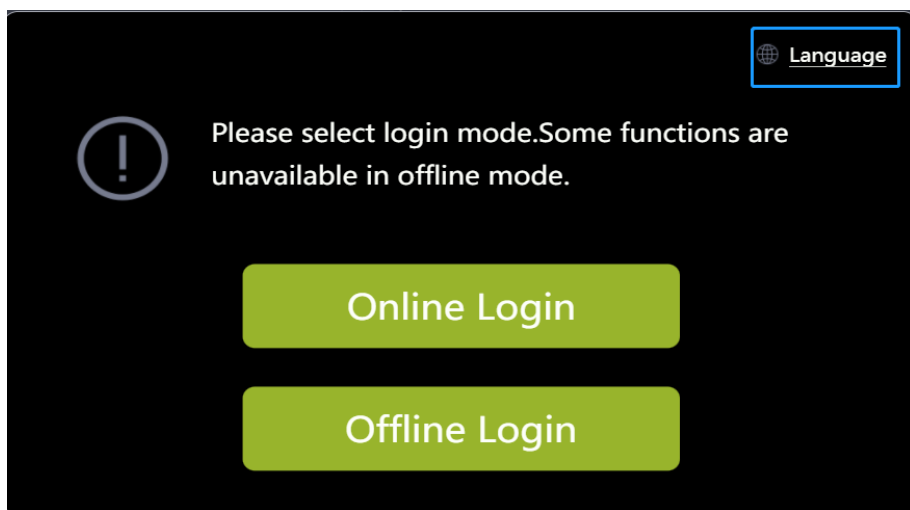
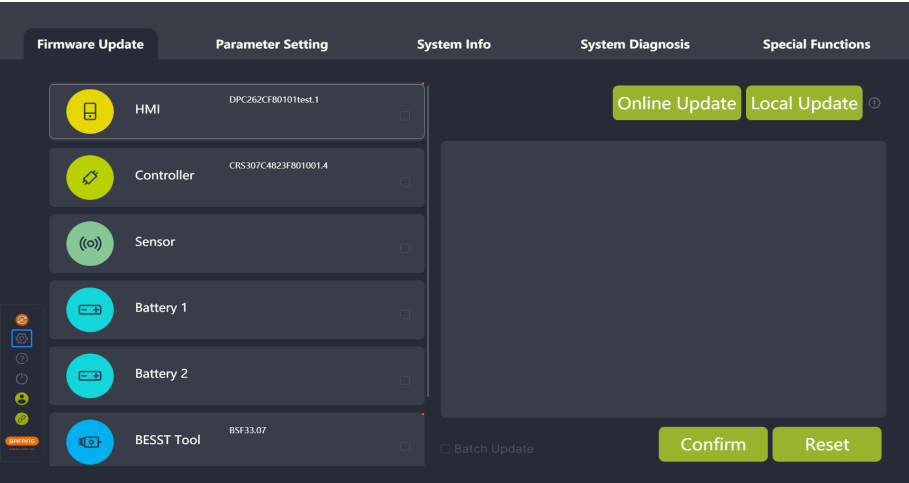

图 9-1 语言
图 9-2 语言
1. 可在初始登录弹窗右上角设置“语言”（如图 9-1），也可在登录后的界面左下角选择“设置”图标（如图 9-2）；